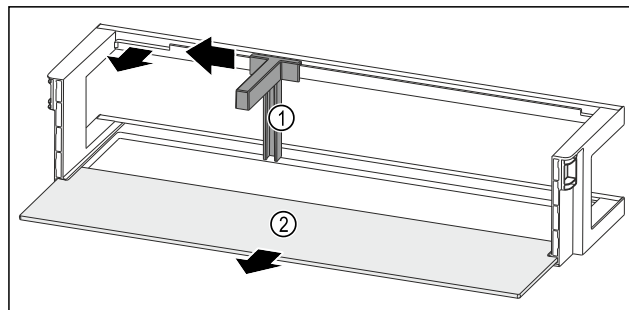

Fig. 214 Dveřní přihrádka s držákem lahví a odkládací plochou
- ▶ Držák lahví Fig. 214 (1) posuňte na stranu až k vybrání.
- ▶ Držák lahví Fig. 214 (1) odeberte.
- ▶ Odkládací plochu Fig. 214 (2) odeberte.